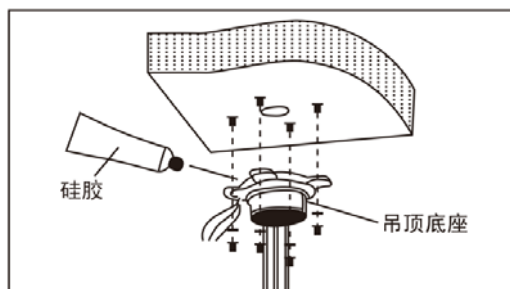

图20
b. 如图20所示，先旋松吊顶底座侧面的M4螺钉，拆分吊顶底座和吊杆，然后将电源、视频/控制、报警三组电缆从吊顶连接座的底部侧面凹口处密封槽引入并穿过吊装底座的中心孔，并将吊顶底座固定到天花板上。